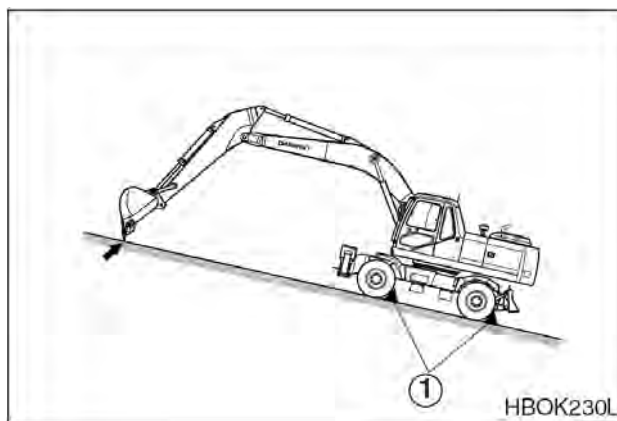

Рис. 68
Избегать стоянок на склонах. Если экскаватор должен быть установлен на стоянку на склоне, заблокировать колеса (1), используя входящие в комплект колесные башмаки (см. раздел "Колесные башмаки" на стр. 2-63), и поставить ковш зубьями на землю. (Рис. 68)